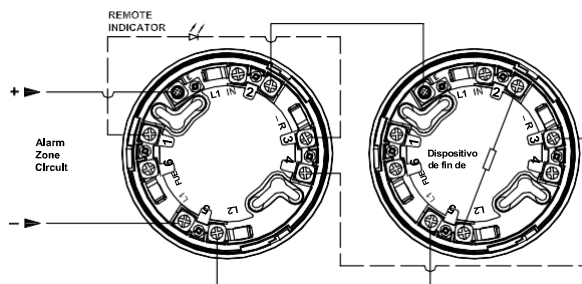

Fig. 1: Conexiones de cableado base de 2 hilos
- a. Véase la Fig. 1 para detectores que usan bases de 2 hilos.